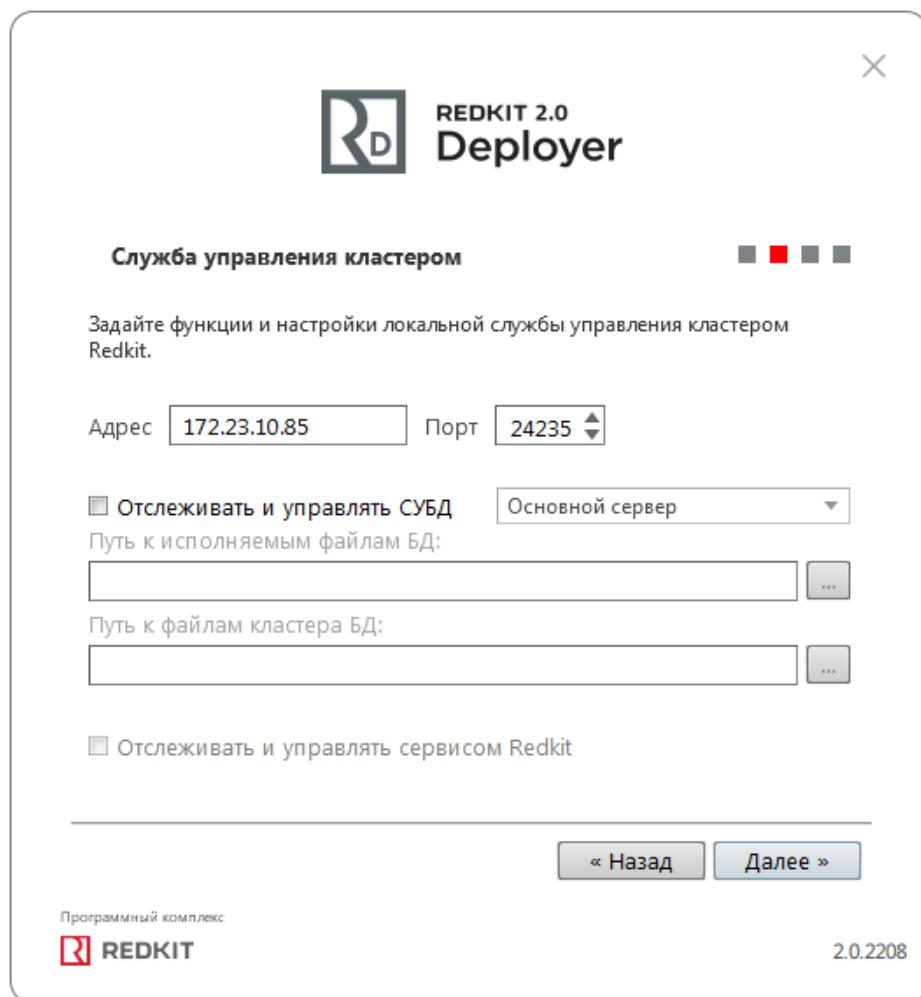

Рисунок 56 - Служба управления кластером
6. В окне **Служба управления кластером** ничего не указывайте и не отмечайте (Рисунок 56). Нажмите **Далее**.